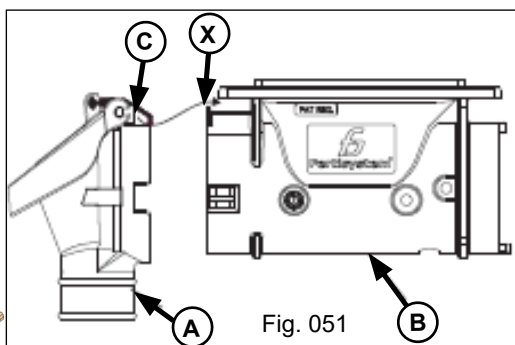
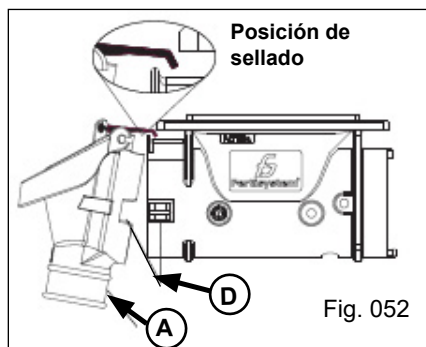
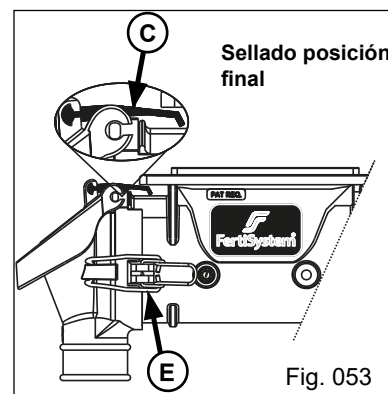

Fig. 051
Fig. 052
Fig. 053
Para realizar a montagem do conjunto do bocal "A", aproxime-o ao corpo principal "B", observando que a vedação "C", fique sobreposta ao ponto "X" do corpo principal "B" (Fig. 051). Para que isso ocorra, incline levemente o conjunto do bocal "A" (Fig. 052) e direcione aos encaixes "D" em ambos os lados, alinhando-os e fixando até o final. Após fixe com o fecho inox "E" (Fig. 053), girando até o travamento final em ambos os lados. Observe a posição final da vedação "C" (Fig. 053).
Ao realizar a operação de retirada do bocal, faça com cuidado o destravamento do fecho inox (E) (Fig. 053) para que não ocorra danos nas mãos pelo “efeito mola” proporcionado pelo mesmo.